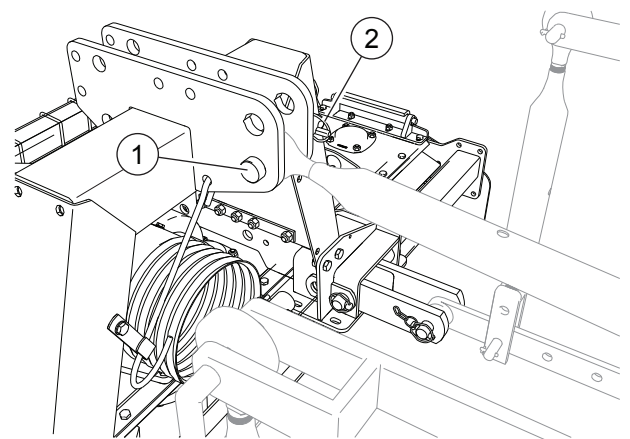

FIG. 19
- Den Koppler des Hebers an den 3-Punkt-Anschluss nähern ("Fig. 19"). Den Koppler so regulieren, dass die Maschine auf den Boden positioniert bleibt. Den Anbau-Pin einsetzen (1). Den Pin mit dem ausgestatteten Auslöse-Splint sperren (2).